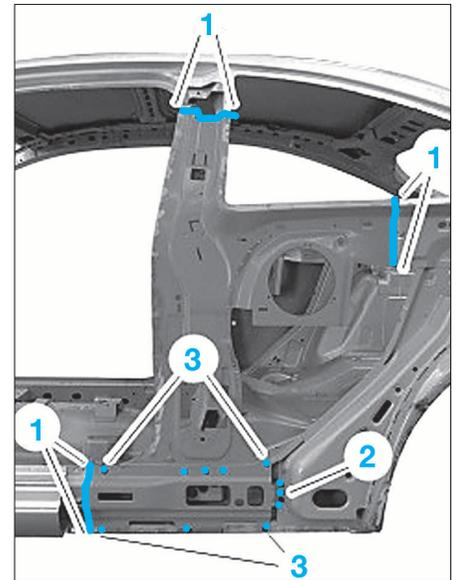

FIG. 51
- Souder en cordon continu sous protection gazeuse le renfort de pied milieu (1) (Fig.51).